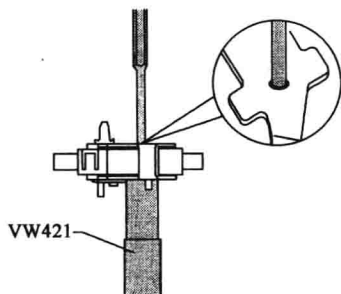
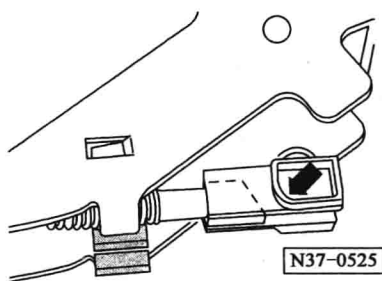

图 1-3 拉杆
图 1-4 压力弹簧
(11) 拉杆, 如图 1-3 所示:
① 用冲子把换挡杆的_____推出。
② 拉起拉杆把带有轻触子-自动变速器弹簧的连杆从_____中推出。
③ 放松压力弹簧, 把_____和_____从换挡杆中卸下来。
(12) 压力弹簧, 如图 1-4 所示: